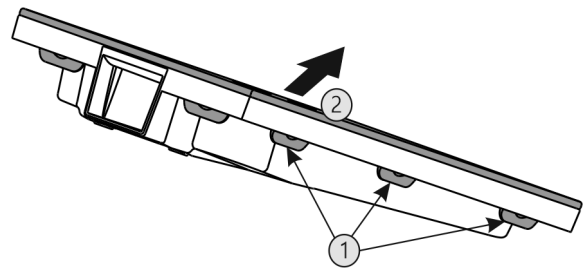

Fig. 42
- ▶ Appuyer sur toutes languettes Fig. 42 (1) l'une après l'autre et enlever le couvercle Fig. 42 (2).